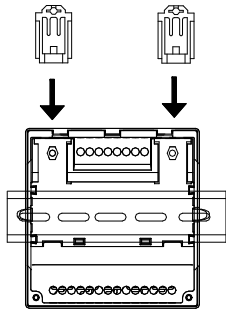
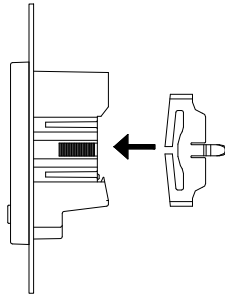

图 4 探测器导轨安装方式
图 5 探测器嵌入式安装方式及开孔尺寸
- 2、探测器可采用导轨式安装方式，采用标准 35mm 导轨安装。如图 4 所示。也可以采用嵌入式安装。如图 5 所示。开孔尺寸（93mm×93mm）。